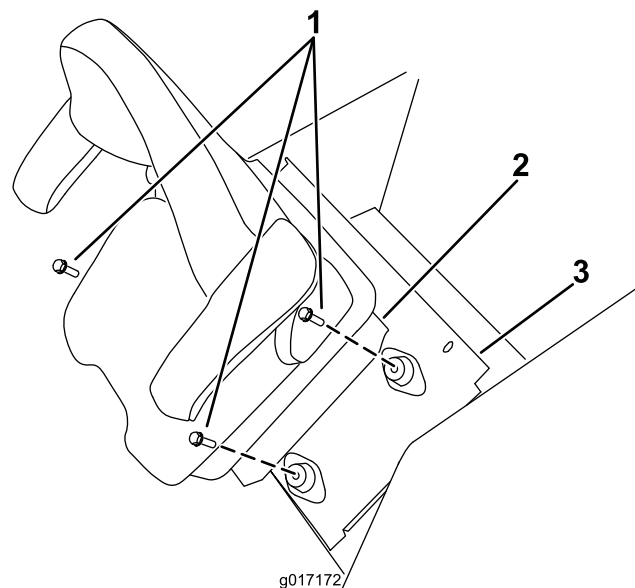

Figure 2
6. Retirez les fixations qui maintiennent la base du siège sur les supports et le panneau de siège. Soulevez le siège et sa base hors de la machine (Figure 2).